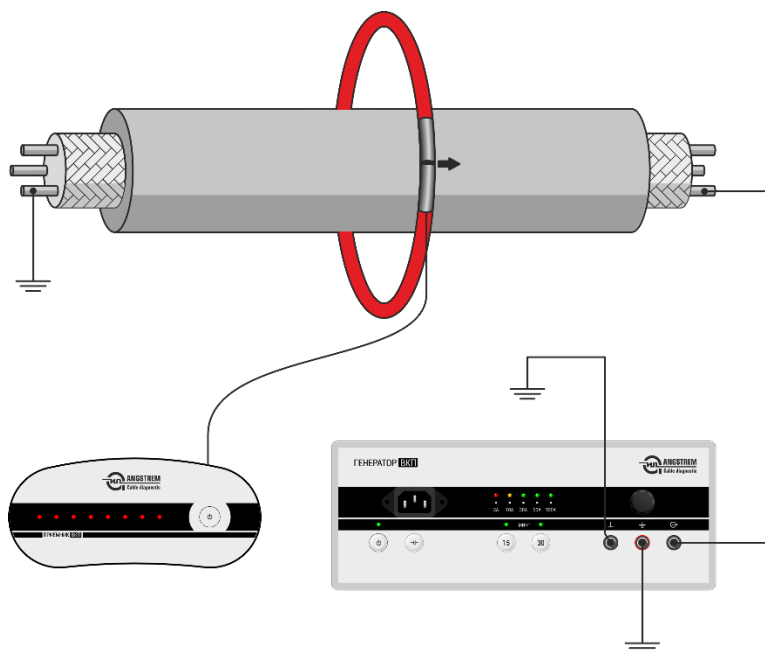

Рисунок 1
5.3. Выбор кабеля из пучка (совместно с генератором ВКП-Г): см.рис. 1, 2, 3